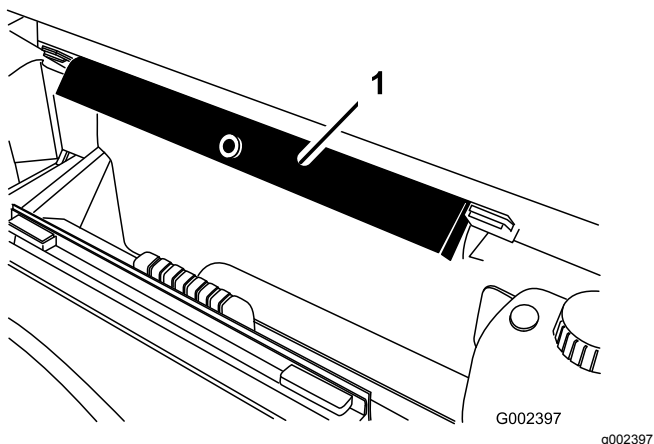

Рисунок 42
7. Извлеките опору кузова из кронштейнов хранения на задней стороне панели системы ROPS (Рисунок 42).